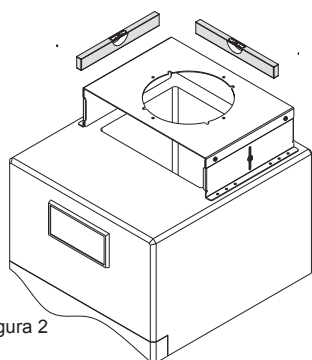

Figura 2
- Fissare la mensola sul mantello della caldaia attraverso le forature predisposte sulle due basi (figura 2)
- Mettere in bolla la mensola preforata (figura 2)